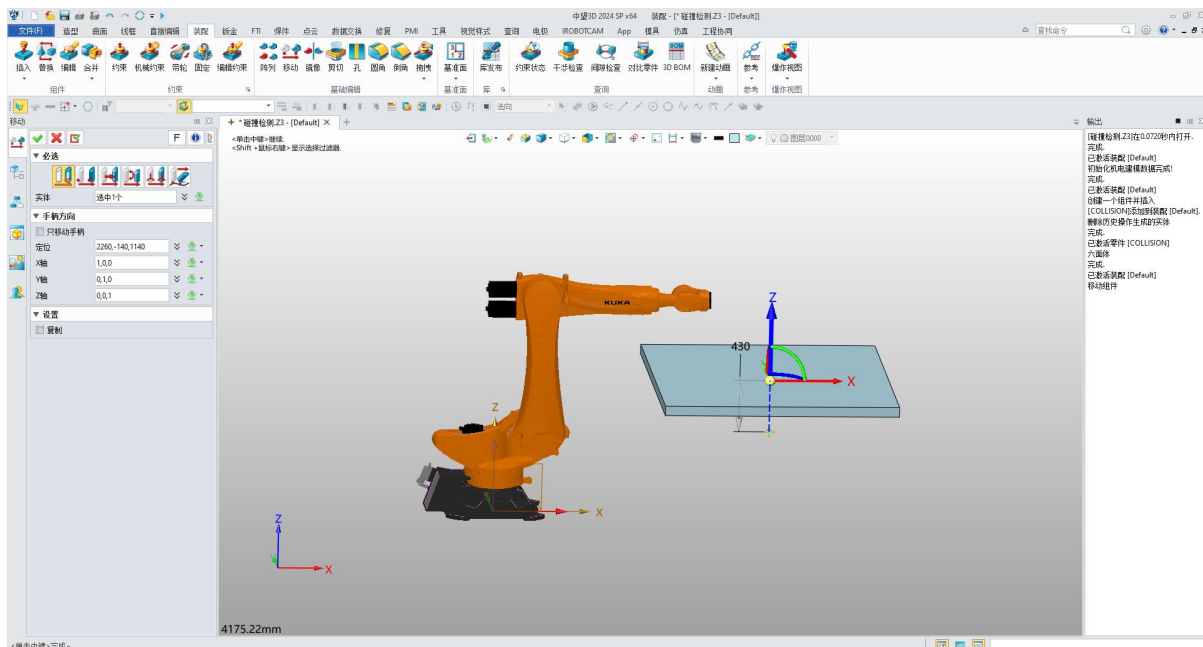

图 11-7: 调整六面体
- 右键单击删除约束下的坐标。删除坐标也会删除约束。（图 11-7）